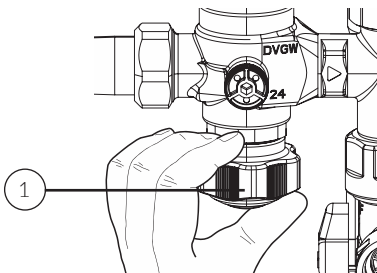
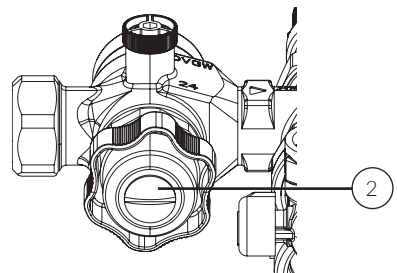

Abb. 7
Abb. 8
Die Wartung des Rückflussverhinderes erfolgt gemäß DIN 1988 1x jährlich. Der Rückflussverhinderer (RV) befindet sich im Gehäuse oberhalb des Griffs (1). Um den RV zu prüfen, drehen Sie den Griff (1) im Uhrzeigersinn bis zum Anschlag (Richtung „ZU“) (Abb. 7) und anschließend 2 Umdrehungen wieder zurück. Entfernen Sie den Stopfen (2) aus dem Griff (Abb. 8). Wenn aus der Öffnung kontinuierlich Wasser heraustropft, muss der RV gereinigt oder ausgetauscht werden.
Achtung: Sperren Sie die Armatur ab (Griff (1) in Richtung „ZU“ drehen, siehe Abb. 7) und führen Sie eine Druckentlastung durch, bevor Sie das Oberteil des Sicherheitsventils herausdrehen!